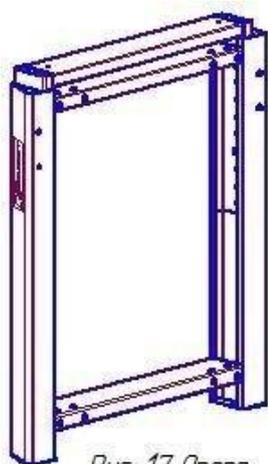

Рис. 17 Опора
4.1. Комплект поставки верстака представлен на рис. 17 ÷ 31 и в таблице 2